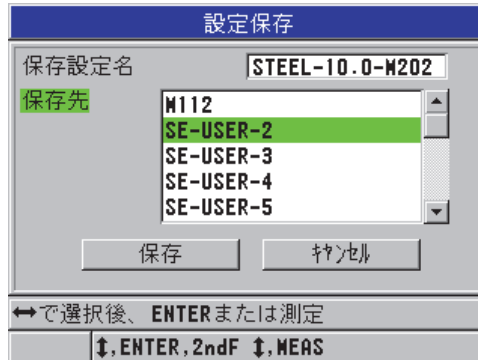

図 10-17 カスタムセットアップの保存
4. セットアップ保存画面で、以下の操作を行います（188 ページの図 10-17 を参照）。